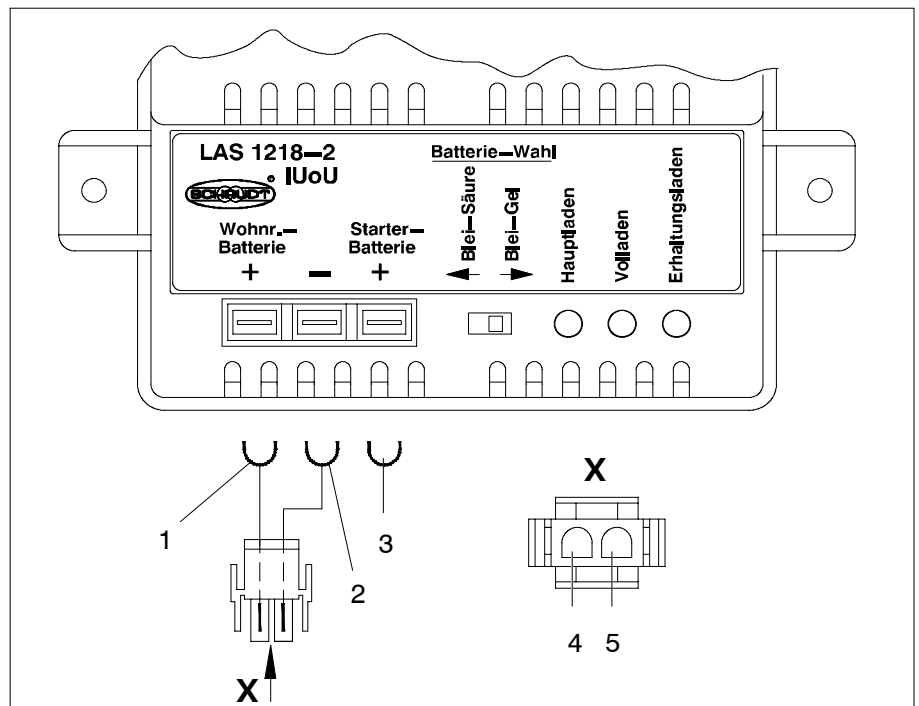

Bild 3 Anschlussbild Batterie-Ladegerät LAS 1218-2 - an Elektroblock
- + Pol LAS 1218-2 Wohnraumbatterie: Flachsteckhülse 6,3 x 0,8; (Bild 3; Pos. 1)
- - Pol LAS 1218-2: Flachsteckhülse 6,3 x 0,8; (Bild 3; Pos. 2)
- MNL-Stecker (Ansicht X, Bild 3; Pos. 4/5) bzw. Minifit-Stecker an Elektroblock, Sockel "Zusatzladegerät"; siehe auch Bedienungsanleitung Elektroblock